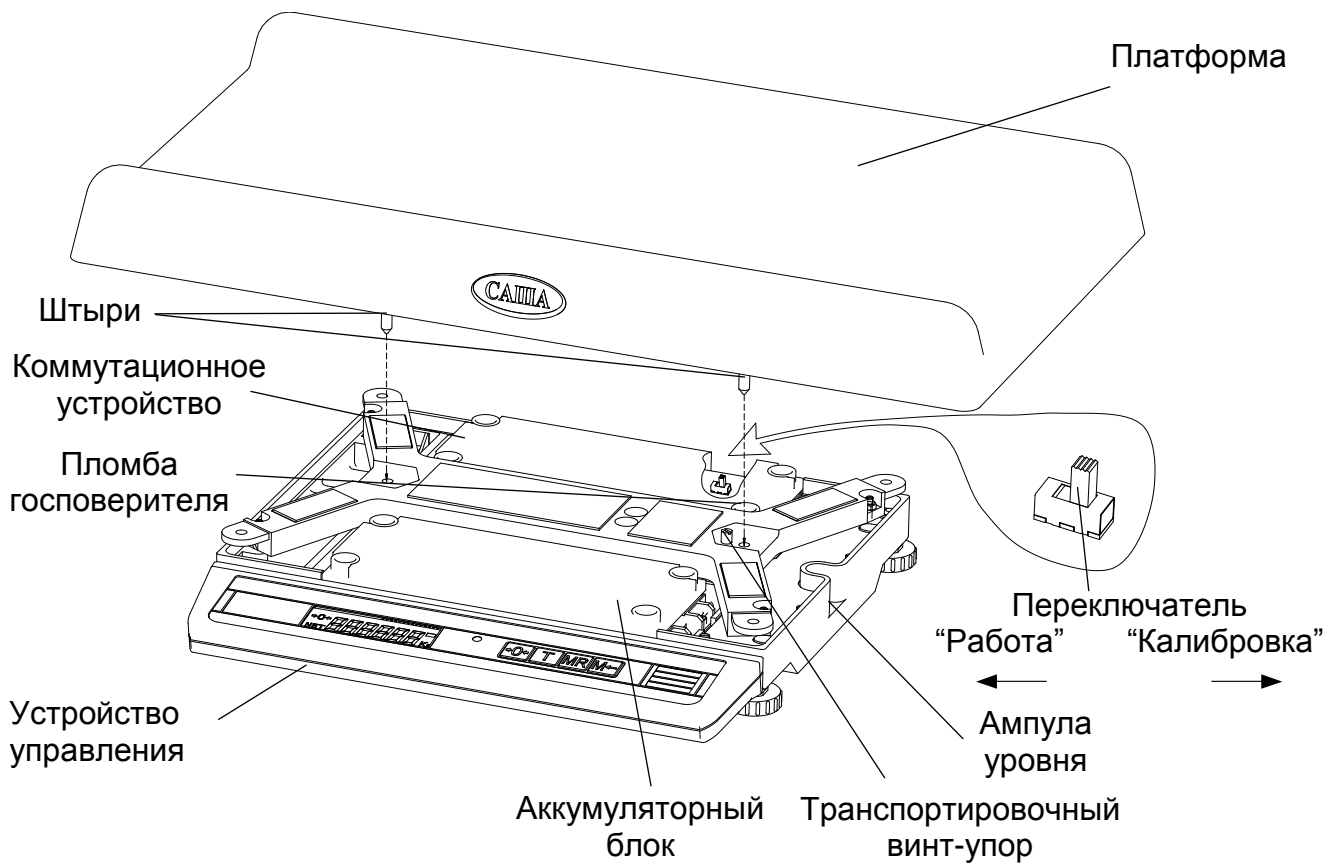

Рисунок 6.1 - Сборка весов
7.1 Вывернуть транспортировочный винт-упор, вращая его только против часовой стрелки (рисунок 6.1).
7.2 Весы поставляются с отключенным аккумулятором. Для подключения аккумулятора необходимо: снять крышку аккумуляторного блока, предварительно отвинтив винты её крепления (рисунок 6.1). Соединить клеммы проводов с аккумулятором. Красный провод соединить с клеммой “+” аккумулятора, чёрный провод с клеммой “-”. Установить крышку и завинтить винты её крепления.
- включить весы в режим калибровки. Для этого необходимо вывернуть винты крепления крышки коммутационного устройства (рисунок 6.1), снять крышку и установить переключатель режима работы в положение "Калибровка", установить крышку на место;